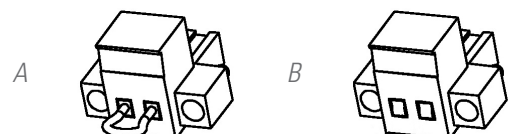

Fig. 14. Conector para el EPO externo.
- ❑ Ya bien al retirar el conector hembra del zócalo donde está insertado. Este conector lleva conectado un cable a modo de puente que cierra el circuito (ver Fig. 14-A).
- ❑ O al accionar el pulsador externo al equipo y de propiedad del usuario e instalado entre los terminales del conector (ver Fig. 14-B). La conexión en el pulsador deberá estar en el contacto normalmente cerrado -NC-, por lo que abrirá el circuito al accionarlo.